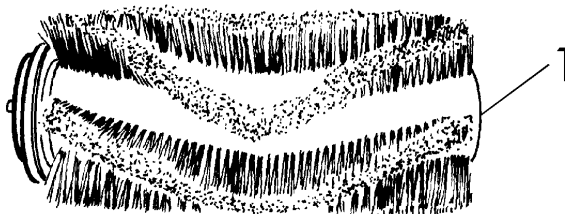

fig.19
8. Retire el cepillo central (fig.19).
9. Usando los alicates (1 fig.19) colóquelo en el eje.